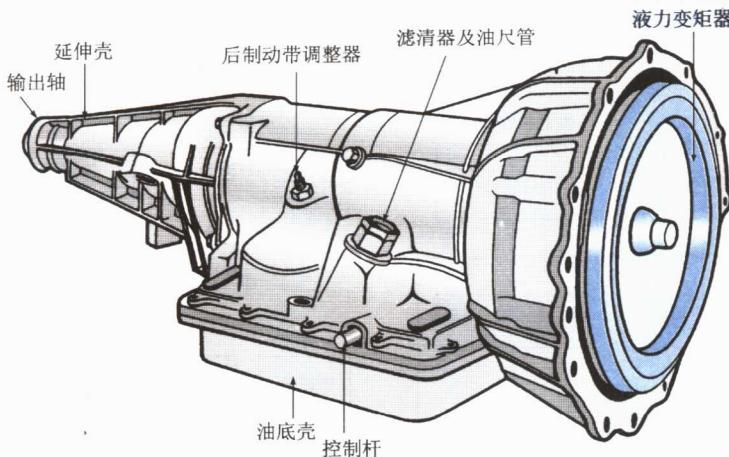

图 1-8 FR 式车所使用的 AT
(1) 使用于前置发动机后轮驱动(FR Type)自动变速器，如图 1-8 所示。